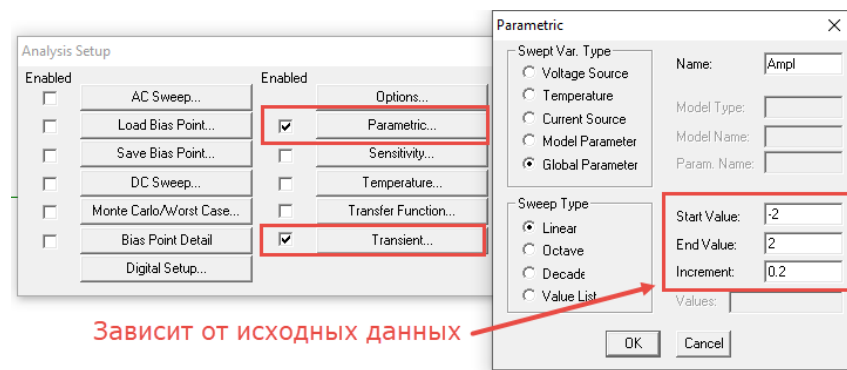

Рис.3. Задание для параметрического анализа
- Установить режим автоматического изменения амплитуды входного напряжения. Для этого включить режим параметрического анализа (рис. 3).